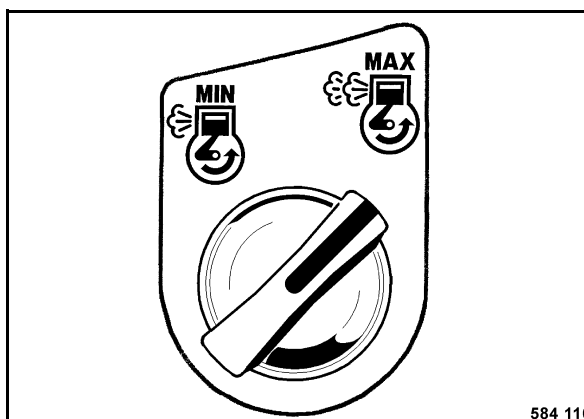

Fig. 133
- Girar el interruptor giratorio para velocidad del motor (Fig. 133) hacia la derecha, a posición "MAX".